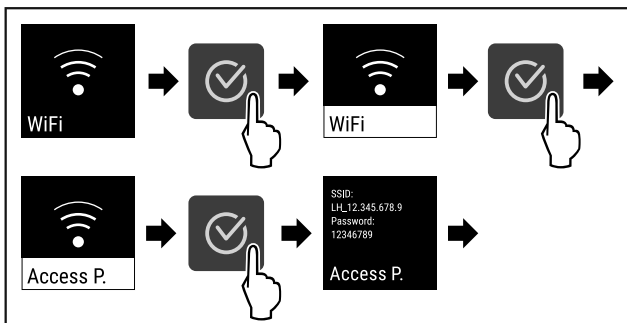

Fig. 84
- ▶ Obavite korake postupka (pogledajte Fig. 84).